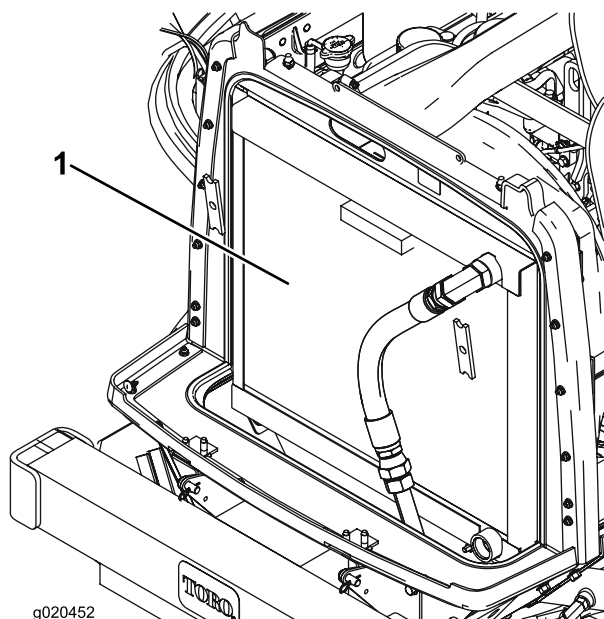

Figura 69
3. Pulite accuratamente entrambi i lati dell'area del refrigeratore dell'olio e del radiatore utilizzando aria compressa (Figura 69).